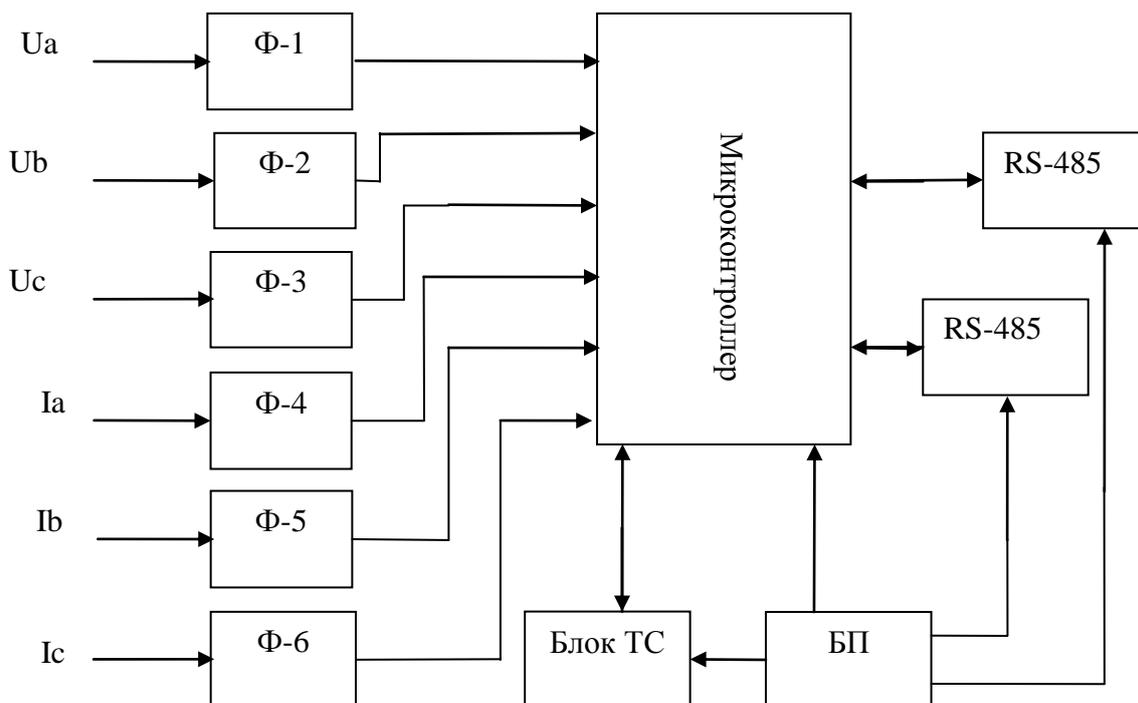

Рисунок 1 Функциональная схема ПИМ ЕТ
1.4.3 Электрическая часть ПИМ (Рисунок 1) состоит из формирователей входных сигналов токов и напряжений (Ф-1 – Ф-6), электронного вычислительного модуля (микроконтроллера), двух модулей интерфейсов (RS-485), модуля дискретных входов (Блок ТС) и модуля питания (БП).